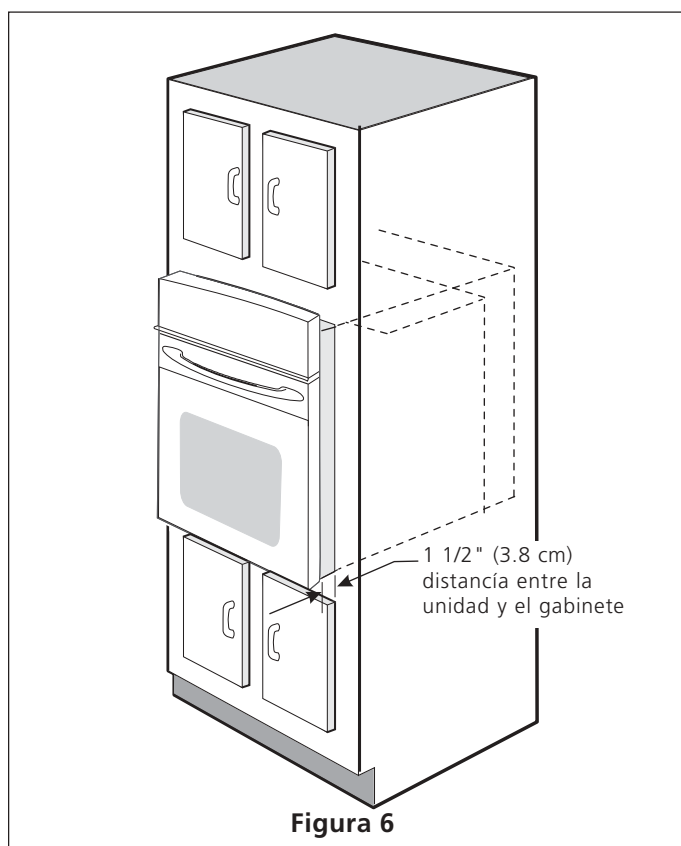

Figura 6
3. Insertar el horno en la abertura del gabinete. Deslizar el horno hacia dentro dejando 1 1/2" (3,8 cm) de espacio libre entre el horno y la parte delantera del gabinete (ver la Figura 6). Empujar el cable blindado a través del orificio del gabinete y hacia la caja de paso mientras se desliza el accesorio hacia adentro.